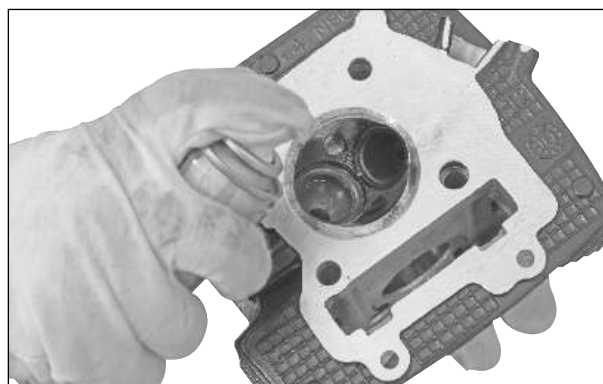

Fig. 3.59
- Descarbonize a câmara de combustão do cabeçote com spray descarbonizante adequado. (Fig. 3.59)